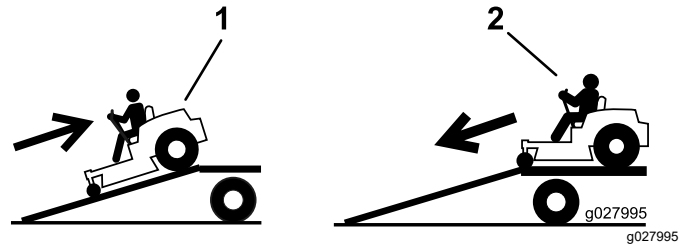

**Figura 62**
5. Utilice los puntos de amarre de la máquina para sujetarla firmemente al remolque o al camión con correas, cadenas, cables o cuerdas (Figura 62).